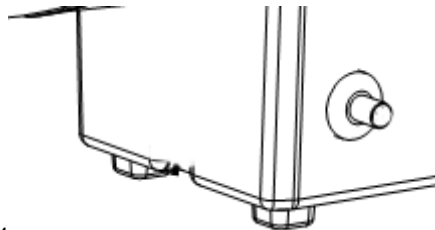

Rysunek 2
- a. Ustaw wyłącznik zasilania w pozycji I i sprawdź, czy wentylator zaczyna działać prawidłowo. (Rys. 2.)